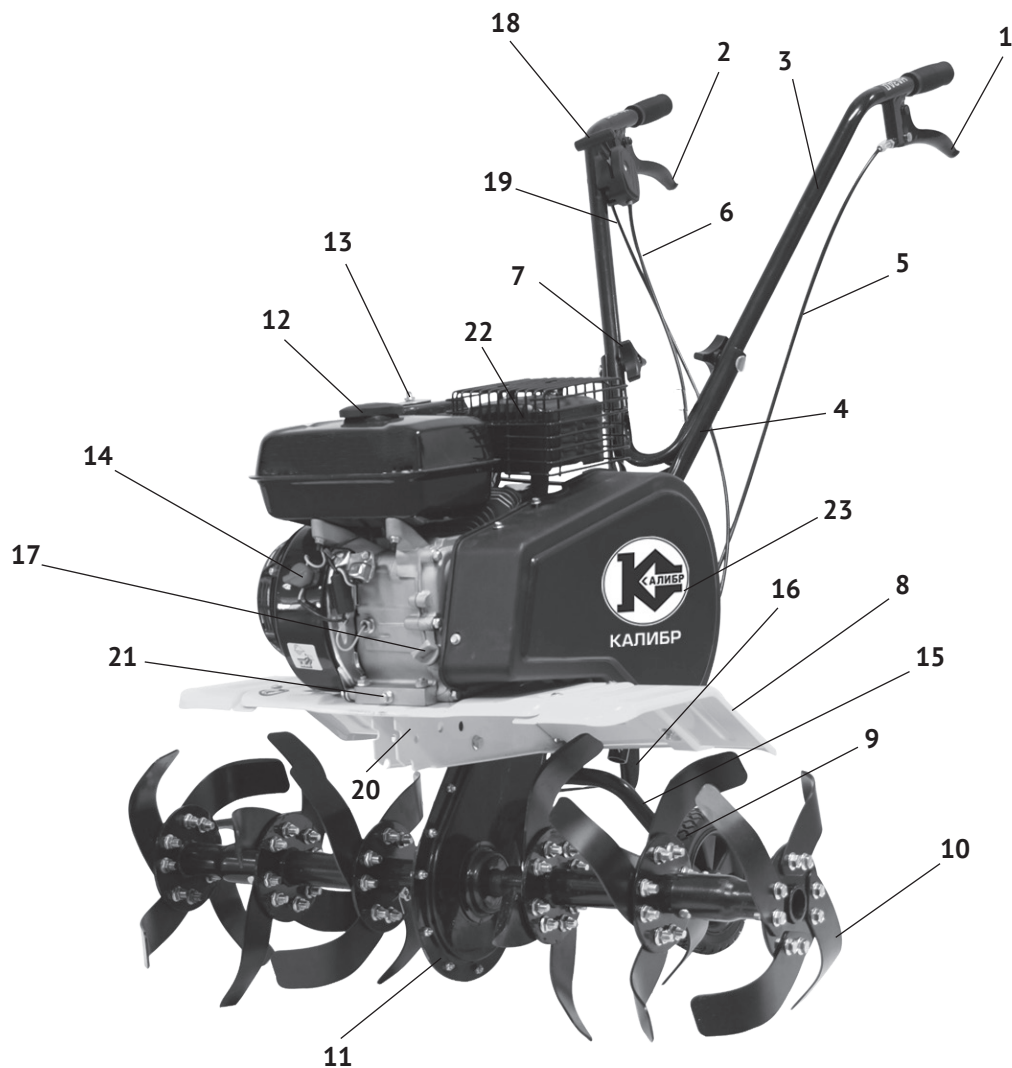

рис. 1
Двигатель работает на неэтилированном бензине АИ- 92. Он оснащён мембранным карбюратором и электронной системой зажигания. Для запуска двигателя служит ручной стартёр. Органы управления культиватором (рычаги привода фрез для движения «вперёд»/ «назад» и рычаг управления дроссельной заслонкой) расположены на рукоятке управления (рис.1 поз.3). На двигателе находятся: топливный кран (положения «ON» и «OFF»), воздушная заслонка (положения «открыто» и «закрыто») и выключатель зажигания (положения «ON» и «OFF»).
Двигатель культиватора и передаточный механизм закреплены на раме (рис.1 поз.20). Коленчатый вал двигателя, расположенный горизонтально, передаёт крутящий момент, ремёнными передачами, на большой двухручье́вый шкив, закреплённый на ведущем валу с приводной звёздочкой цепи. Передача вращения с ведущего вала на приводной вал фрез осуществляется цепной передачей. При нажатии на один из рычагов управления приводом фрез (рис.1 поз.1 или 2), ролик прижимного механизма натягивает один из ремней и большой шкив с ведущим валом приводной звёздочки цепи начинает вращаться. Ведомая звёздочка с валом редуктора передаёт вращение на фрезы культиватора. При движении «вперёд» (нажат рычаг 2 рис.1) фрезы культиватора производят обработку грунта. Движение «назад» (нажат рычаг 1 рис.1) применяется для отвода культиватора после обработки, при невозможности его разворота (мешают кусты, опоры, деревья).
2.5 Общий вид культиватора представлен на рис.1
- присоединив колёса с двух сторон к опорному кронштейну, зафиксировать их болтовым соединением с внешней стороны кронштейна (рис.1 поз.15).
- совместить крепёжные отверстия в нижней части рукояток управления (рис.1 поз.4) с отверстиями на раме культиватора;
- прикрепить верхнюю рукоятку (рис.1 поз.3) к нижним гайками-барашками.
- установить регулятор глубины вспашки (рис.1 поз.16) на раму культиватора;
- раскрутить винтовое соединение рычага управления дроссельной заслонкой (рис.1 поз.18);
- прикрепить трос управления дроссельной заслонкой (рис.1 поз.19) так, чтобы он располагался с внутренней стороны;
- раскрутить винтовое соединение рычага привода фрез (рис.1 поз.1 и поз.2);
- для удобства транспортировки культиватора, регулятор глубины вспашки (рис.1 поз.16)
Выкрутите пробку-щуп (рис.1 поз.17) из маслозаливной горловины и залейте в картер масло необходимой марки до нижнего края горловины. Вставьте сухой чистый щуп в горловину картера и выньте его. Проверьте уровень масла: граница смоченной области щупа должна располагаться между отметками минимального и максимального уровней.
Открутите крышку топливного бака (рис.1 поз.12). Заливайте бензин в топливный бак не более чем на 1 см ниже уровня основания заливной горловины. Перед запуском двигателя тщательно протрите крышку бензобака, удалив возможные при заправке брызги топлива.
Перед запуском убедитесь, что рычаги привода фрез (рис.1 поз.1 и 2) не нажаты.
- перевести выключатель зажигания (рис.1 поз.14) в положение «ON» – включено;
После прогрева двигателя в течение 10-40 секунд (в зависимости от начальной температуры), переведите рычаг воздушной заслонки в крайнее правое положение - «открыто», а рычаг управления дроссельной заслонкой (рис.1 поз.18) в положение «минимально».
- отпустить рычаг привода фрез (рис.1 поз.1 или 2) для их остановки;